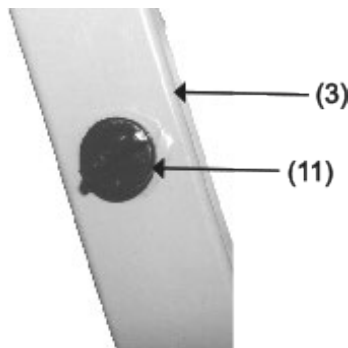

Figura 2
3. Fissare la barra trasversale (8) sia al supporto principale (3) che alla gamba (1). Far scorrere la rondella elastica (9) e la rondella (10) sul bullone (5). Infilare attraverso il supporto principale (3) e nella barra trasversale (8). Dal lato opposto, far scorrere la rondella elastica (9) e la rondella (10) sul secondo bullone (5) e avvitarle nella gamba (1) e nella barra trasversale (8).
6. Svitare e rimuovere entrambi i tappi (11) e riempire il supporto con sabbia per ridurre il rumore durante l'utilizzo del prodotto. Per riempire il supporto utilizzare solo sabbia. Non utilizzare altri materiali o liquidi per riempire il supporto. Riavvitare i tappi sul supporto. Per i dettagli vedere la Figura 2.